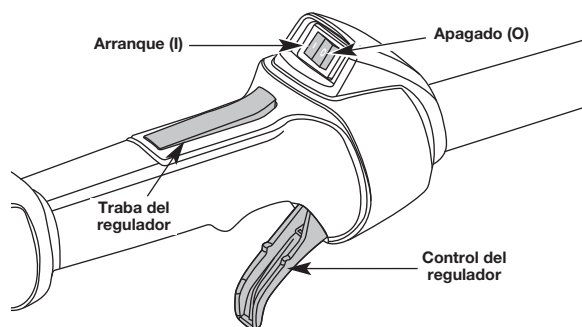

Fig. 19
NOTA: No hay necesidad de encender la unidad. El control de encendido y apagado está en la posición **Arranque (I)**, en todo momento (Fig. 19).
2. Oprima y mantenga oprimido el control de encendido y apagado en la posición de **APAGADO (O)** hasta que el motor se detenga por completo (Fig. 19).